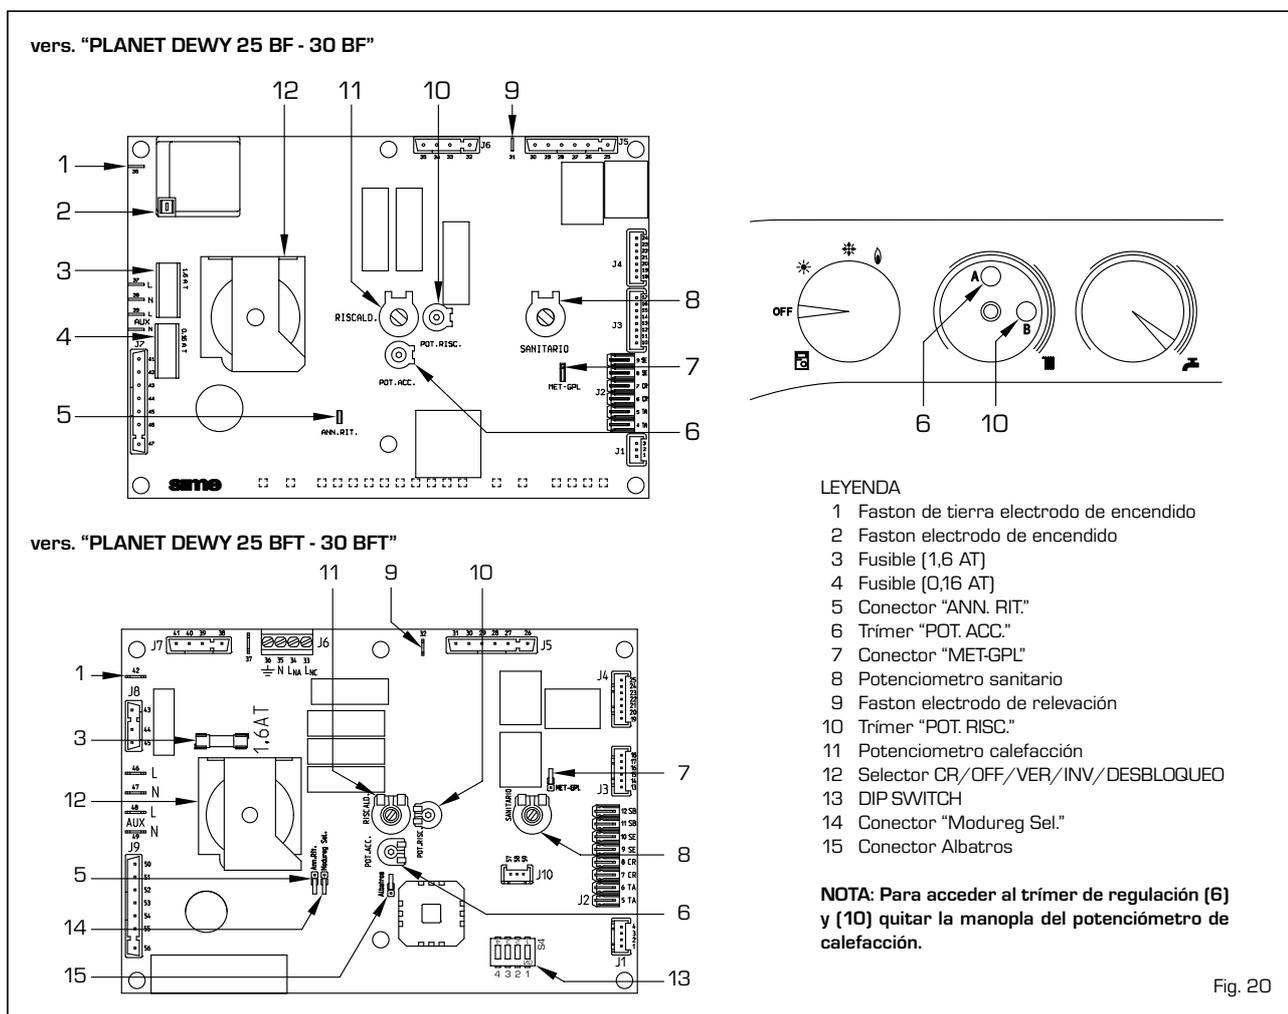

Fig. 20
- **Trímer "POT. RISC."** (10 fig. 20)
- **Trímer "POT. ACC."** (6 fig. 20)
- **Conector "MET-GPL"** (7 fig. 20)
- **Conector "ANN. RIT."** (5 fig. 20)
- **DIP SWITCH** (13 fig. 20)
- **Conector Modureg Sel.** (14 fig. 20)
Para efectuar la regulación de la potencia de calefacción, modificando la regulación de fábrica, cuyo valor de potencia se encuentra alrededor de los 17 kW, es necesario actuar con un destornillador en el trimer potencia calefacción (10 fig. 20). Para aumentar la presión de trabajo, girar el trimer en sentido horario, para disminuirla, girar el trimer en sentido antihorario. La potencialidad a la cual está regulada la caldera puede ser verificada controlando el consumo mediante un contador y confrontada con los valores reportados en las **Tablas 4 - 4/a - 4/b**; o bien puede ser